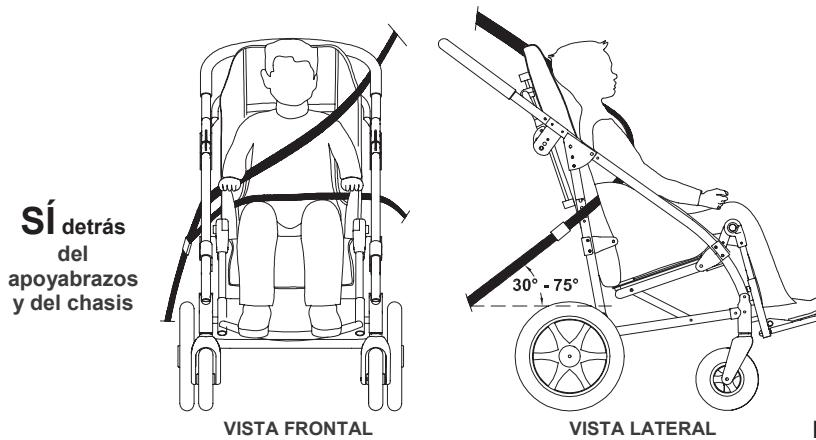

Fig. 5
- **para que funcionen eficazmente, los cinturones de sujeción deben adherirse bien al cuerpo del niño:** prestar atención para que los componentes o las piezas de la silla de paseo, como las ruedas o los laterales no los alejen (ver fig.5 y 6 pág.13)
- **el cinturón diagonal para el torso debe colocarse sobre los hombros,** (ver fig.5 pág.13)
**¡ATENCIÓN!** El cinturón pélvico debe colocarse bajo, de modo tal que el ángulo del mismo se encuentre en la zona preferida de 30 a 75 grados (ver fig. 5). De todos modos, es preferible un ángulo mayor en el interior de la zona indicada